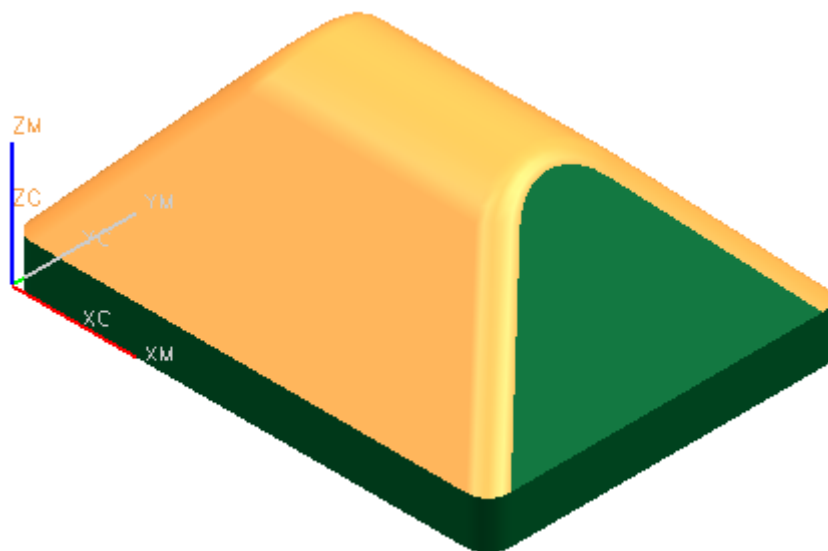

图 6-17
- 单击切削区域 , 选择如图 6-17 所示的切削区域, 单击 OK。
- 单击 ，生成如图 6-17 所示的刀轨。